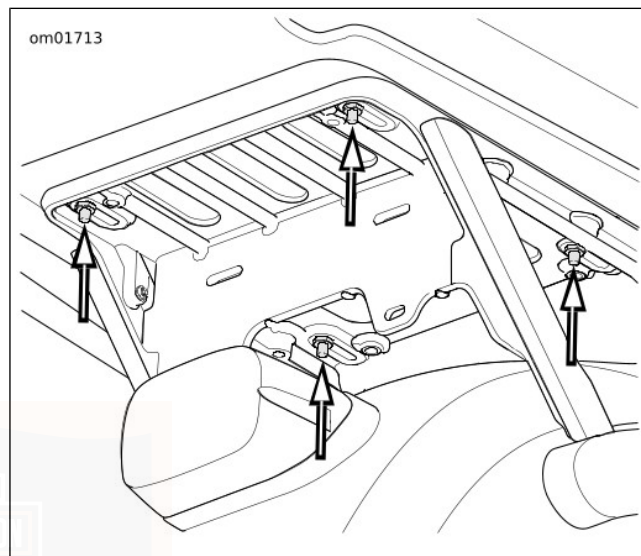

Figure 45. Ajustement de la position du Tour-Pak
1. Voir Figure 45 . Desserrer les quatre écrous qui attachent le Tour-Pak au support.